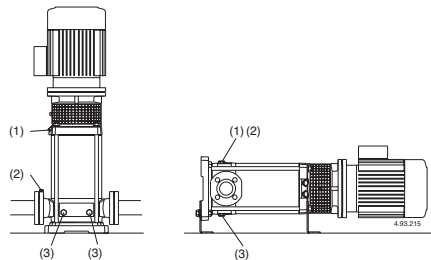

Abb. 4 (1) Auffüllung und Entlüftung:
Bei Installation der Pumpe über dem Wasserspiegel (Saugbetrieb, Abb. 3A) oder mit zur Öffnung des Rückschlagventils ungenügender Zulaufhöhe (weniger als 1 m) sind Saugleitung und Pumpe durch den Entlüftungsanschluß (1) zu füllen (Abb. 4)
(2) Entlüftung Saugleitung
(3) Entleerung
Wenn der **Wasserspiegel auf der Saugseite oberhalb der Pumpe** ist (Zulaufbetrieb, Abb. 3B) Absperrschieber in der Zulaufleitung langsam und vollständig öffnen um die Pumpe zu füllen. Dabei Schieber in der Druckleitung und die Entlüftungsöffnungen (1) (2) (Abb. 4) öffnen, damit die Luft entweichen kann.
Entlüftungsöffnungen (1) (2) schließen (Abb. 4).
auf Dichtheit zu überprüfen und sind der Entlüftungs-(2) und die Entleerungs-Verschlußschrauben (3) auf der Saugseite anzuziehen (**Abb. 4**).
Die Pumpe sollte wie im Fall von zeitweiser Förderung von verschmutzten Flüssigkeiten im Anschluß kurz mit sauberem Wasser durchgespült werden, um Ablagerungen zu beseitigen. Oder es ist nach der Entleerung eine Wäsche vorzunehmen, indem sauberes Wasser (wenigstens 40 Liter) in die Auffüllöffnung (1) Druckseite gegeben wird und aus der Entleerungsöffnung (3) Saugseite austritt (**Abb. 4**).
Vor der Demontage die Absperrorgane in der Zulauf- bzw. Saug- und der Druckleitung schließen und das Pumpengehäuse entleeren (Abb. 4).